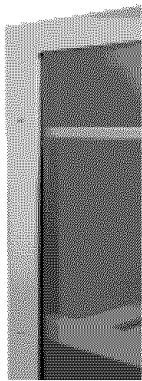

FIG 4a
6. Ajustez la poignée sur la porte comme représenté sur les images". FIG 4a,4b,4c